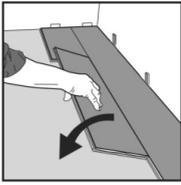
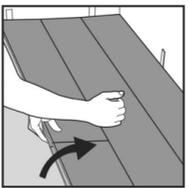

Fig. 5
Fig. 6
- Installer la deuxième rangée en insérant le rebord languette des planches dans les rebords rainurés de la première rangée à un angle de 45°, puis rabattre la planche vers le bas jusqu'à qu'elle repose à plat sur le sous-plancher (Fig. 5). S'assurer que les rebords de toutes les planches sont étroitement assemblés en exerçant une pression égale au moment de pivoter la planche vers le bas. L'emboîtement des planches ne doit pas être forcé. Si les planches ne reposent pas à plat, c'est qu'elles n'ont pas été alignées correctement au moment de l'emboîtement. Dégager les planchers en relevant la rangée au complet et en dégageant les joints d'extrémité en les glissant (fig. 6 et 7). Essayer de nouveau jusqu'à ce que l'emboîtement des joints soit bien serré.